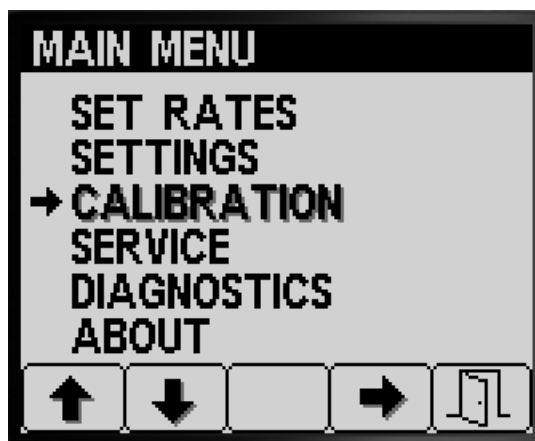

Figura 39
2. Per accedere alla schermata Taratura premete il pulsante 1 o 2 sulla schermata MENU PRINCIPALE per navigare fino all'opzione TARATURA (Figura 39).
3. Premete il pulsante 4 per selezionare il sottomenu Taratura (Figura 39).